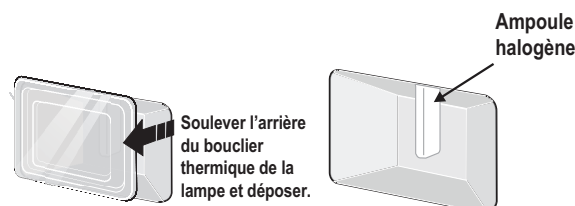

Figure 35 : Bouclier thermique et ampoule
2. Pour retirer le bouclier thermique de la lampe, le soulever de l'arrière vers l'intérieur du four de manière à le tirer du côté four. Le bouclier thermique devrait sortir facilement en poussant un peu vers l'avant des parois du four (Figure 35).